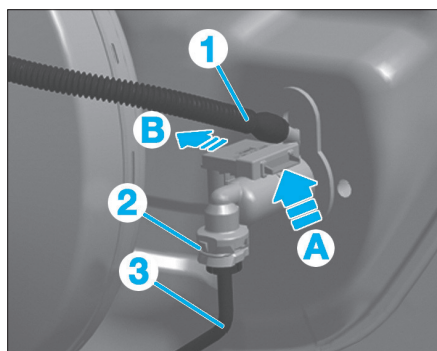

FIG. 14
- Débrancher le flexible de recirculation (1) du cylindre émetteur (Fig.14), puis l'obturer à l'aide de l'outil [2].